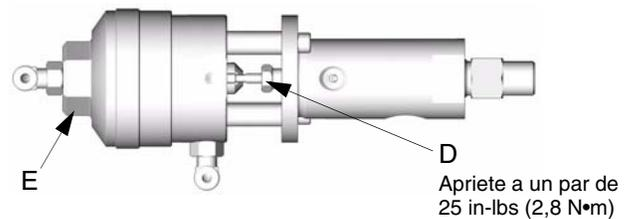

FIG. 41
Tuercas prensaestopas de las válvulas dispensadoras correctamente apretadas Utilice una llave de 3/8" o 10 mm para apretar las tuercas prensaestopas (D) de las válvulas dispensadoras y de purga a un par de 25 in-lbs (2,8 N•m). FIG. 41. Repita este apriete una vez a la semana para prolongar la vida útil de las válvulas y evitar las fugas.
Para abrir las válvulas dispensadoras o de purga, gire su tuerca hexagonal (E) *en sentido antihorario*. Para cerrar, gírela *en sentido horario*. FIG. 41.